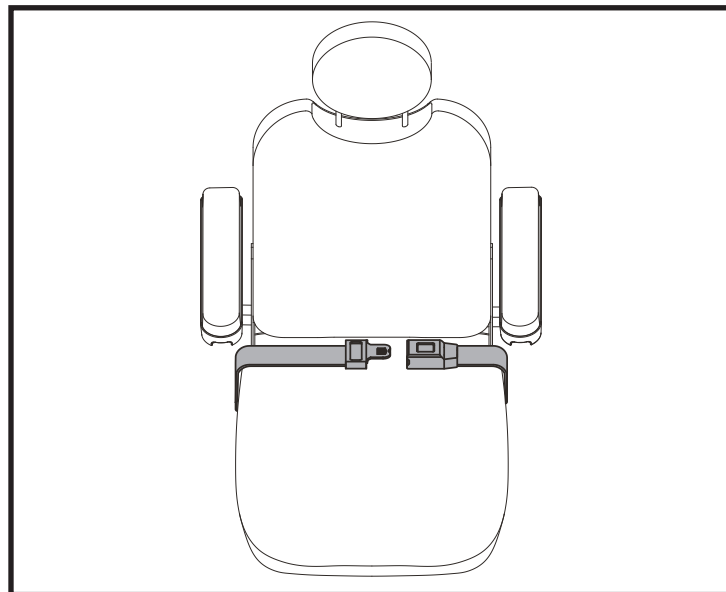

图 13. 调节定位腰带
1. 在坐上轮椅后，将腰带一头的金属头插入另一头的塑料扣中，直到听到咔的一声。见图 13。